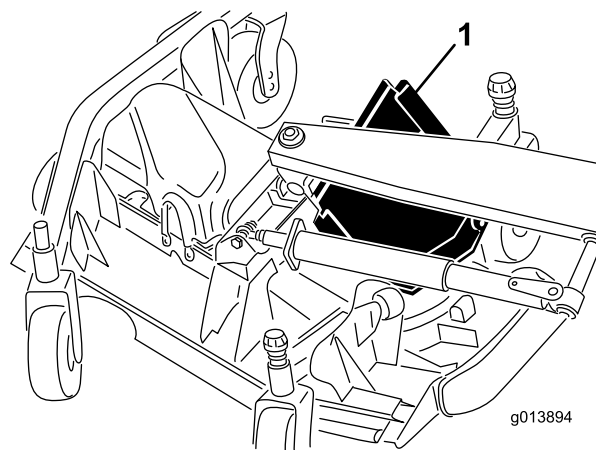

Figure 48
6. Soulevez le bord avant et guidez-le entre le bras de levage et le galet pour le déposer (Figure 48).